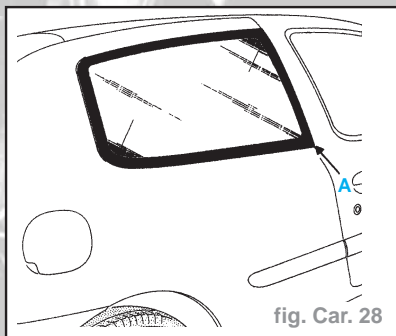

fig. Car. 28
- Le câble ne peut être inséré que dans le coin (A) de la glace. En effet, le pied milieu comporte un épaulement (B) qui rend impossible le passage du câble dans le reste de cette zone (fig. Car. 28 et 29).